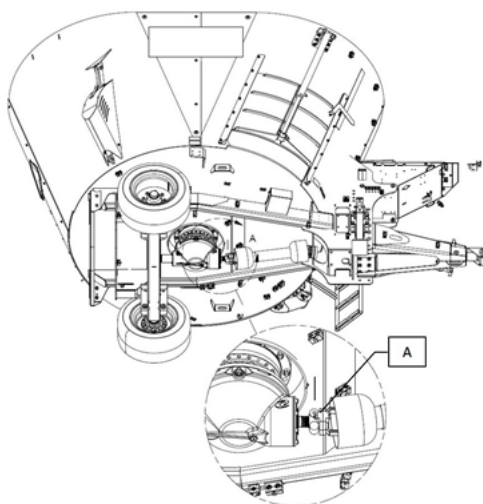

Figure 38 — Emplacement du limiteur de couple à boulon de cisaillement sur les SMARTMIX à une vis
2. Retirez le morceau de boulon du limiteur (repère A, Figure 38).